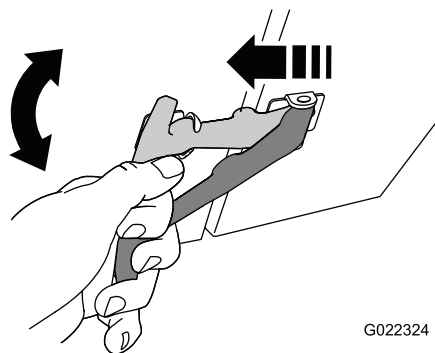

Figure 13
4. Fermez le capot du moteur et verrouillez-le (Figure 13).